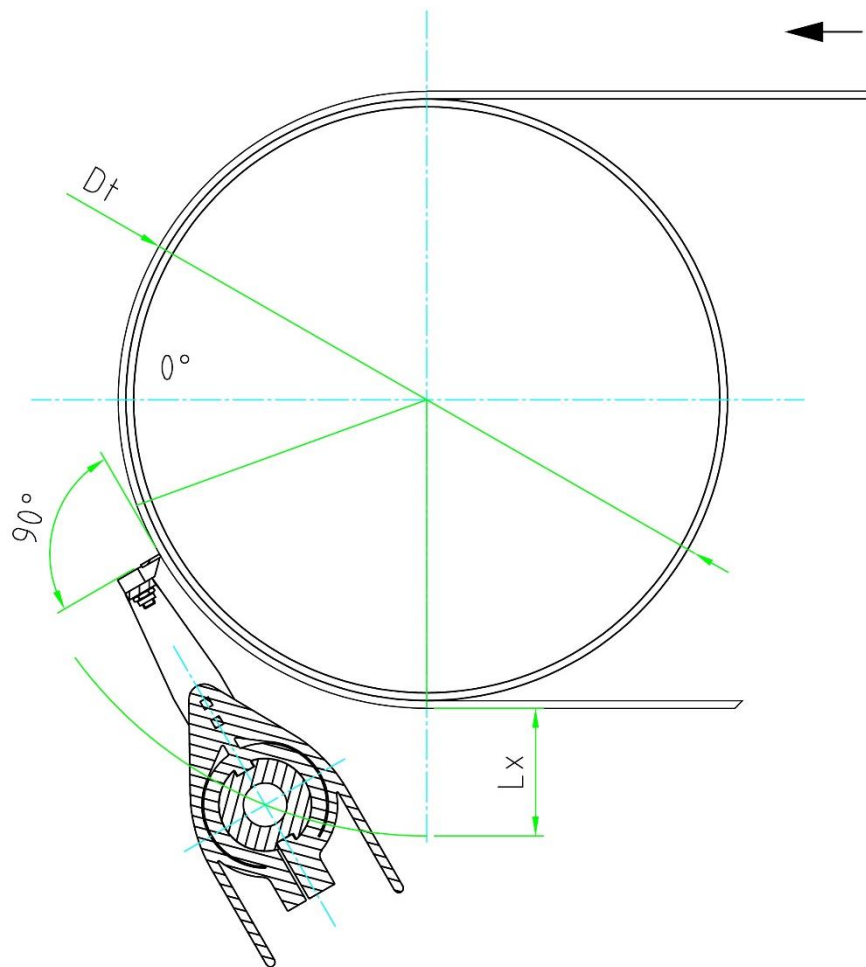

Bild 3
- Die Montage der Spann- und Tragkonsole **Pos. 1** und **2** muss nach den Vorgaben montiert werden. Je nach Trommeldurchmesser wird die Entfernung (**Lx**) von der Achse des Systemtragrohrs **Pos. 4** zu der Oberfläche des Fördergurtes an der Trommel angehalten (Siehe **Bild 3** und die Werte **Lx** aus Tabelle1).
10. Die Entfernung **Lx** noch einmal nachmessen (**Bild 3**) und dann die Montage- und Tragkonsolen **Pos. 1** und **2** fest anschrauben. Die Montagekonsolen haben Längslöcher und können noch nachträglich leicht verschoben werden, um den Wert **Lx** 100 %-ig genau einstellen zu können (siehe **Tabelle 1**).